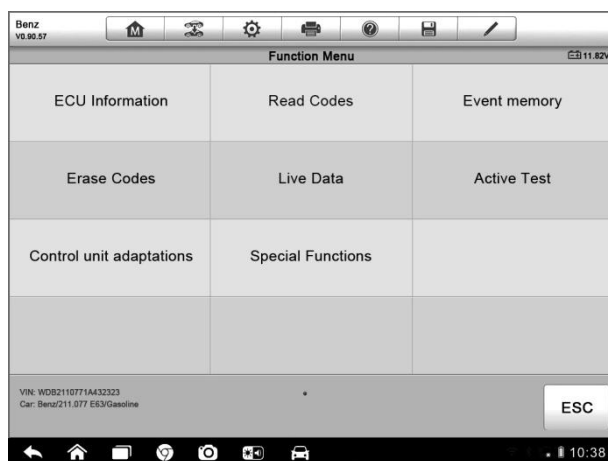

Figura 4-7 Pantalla de Menú de Funciones
- Toque el botón  a la derecha del elemento del sistema, en el que se desea realizar un diagnóstico más profundo u otras actividades de prueba. Una pantalla de menú de funciones (*Figura 4-7*) aparecerá entonces.